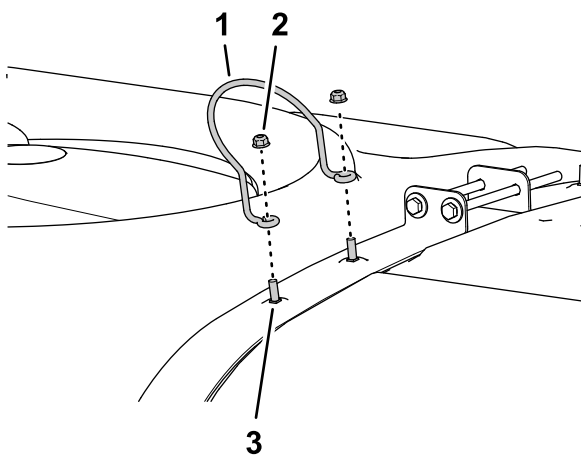

Figura 12
1. Retire las 2 contratuercas con arandela prensada que sujetan el tope de la tapa del depósito a los 2 pernos de cuello cuadrado del fleje trasero del depósito de fumigación, y retire el tope de la tapa del depósito (Figura 12).